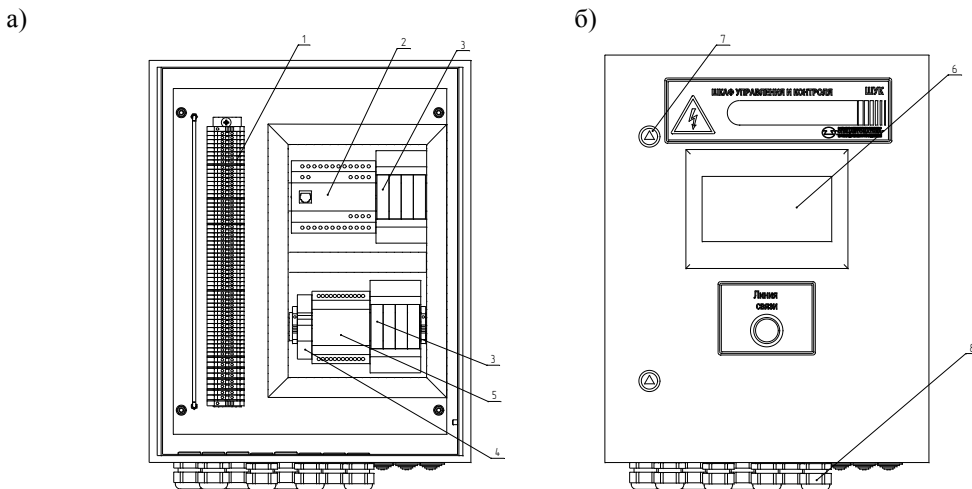

Рисунок 1 – Шкаф управления и контроля
5.1 Корпус шкафа, выполненный из стали, имеет коробчатую форму. К корпусу с помощью петли крепится крышка. Элементы управления, размещённые внутри корпуса, установлены на DIN-рейках (рис. 1а). На крышке шкафа расположена операторская панель (рис. 1б). Конструкция шкафа предусматривает его одностороннее обслуживание. Дверь шкафа снабжена замком, открываемым специальным ключом, входящим в комплект поставки.